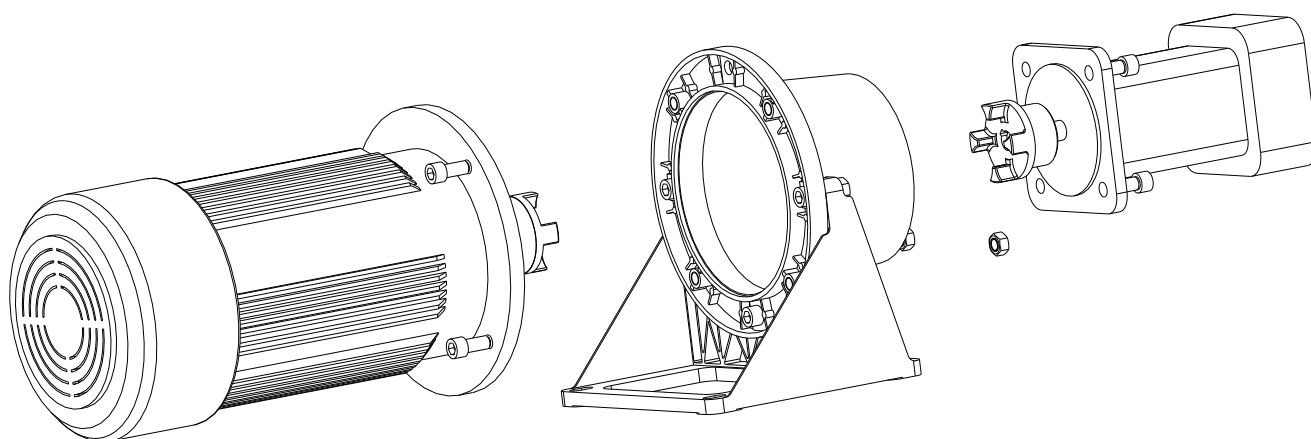

Fig. 4 : Montage pompe et moteur électrique avec lanterne et équerre-support
- Si la lanterne est reliée à une équerre-support, la longueur des vis de fixation est à choisir de manière à traverser le support et pouvoir monter un écrou (voir fig. 4).